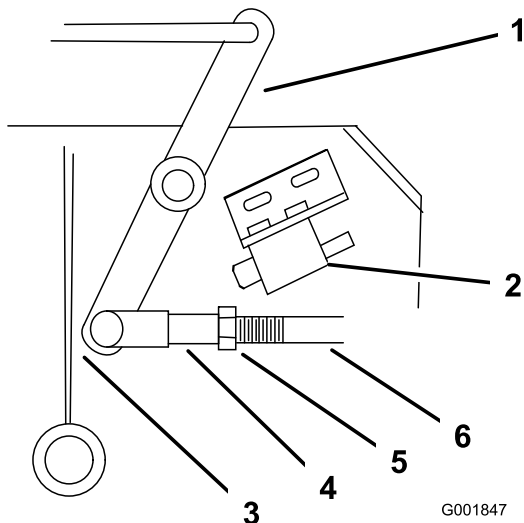

Рисунок 49
4. Отрегулируйте длину рычажного механизма так, чтобы нижний конец коленчатого рычага немного не доходил до опорной вставки оси (Рисунок 49).
9. Ослабьте гайку, прижатую к вилке (**Рисунок 49**).